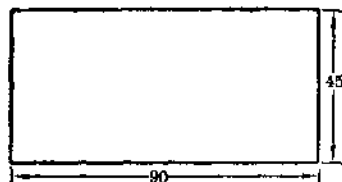
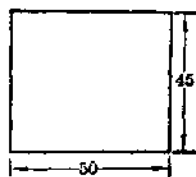

图 4
图 5
3. 左右挡板和后挡板: 锯 45×90 [毫米]² 木板二块制车头左右挡板(图 4), 再锯 45×50 [毫米]² 木板一块制车头后挡板(图 5)。然后用砂皮砂光。